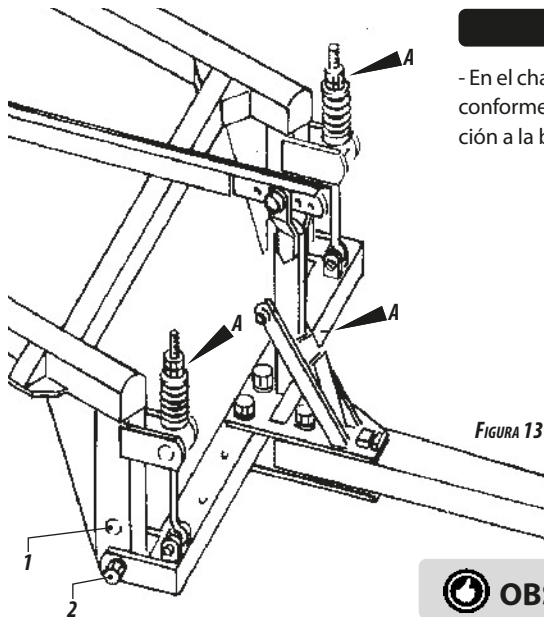

FIGURA 13
- En el chasis principal hay los "brazos" de enganche, lo cual poseen dos agujeros (superior e inferior), conforme la **figura 13**, con la finalidad principal de nivelar la barra de enganche de la rastra en relación a la barra de tracción del tractor.
- Dejar una holgura de 10 - 20 mm entre la tuerca y el apoyo del resorte de la varilla estabilizadora; observar también una holgura de 10 - 20 mm entre el soporte de la barra estabilizadora y el apoyo de la chapa superior de la barra de tiro conforme indicado en la letra "A" da **figura 13**.